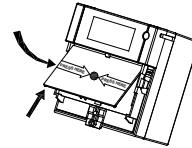

Fig. 6: Byte av manöverelement
3. Byt ut manöverelementet (se bild 6)